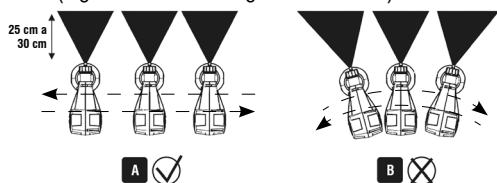

Fig. 8 – Distância ideal para uma boa pintura
- Ajuste o jato de tinta de acordo com o item 2.5.5 deste manual;
- Ajuste o volume de material de acordo com o item 2.5.6 deste manual;
- Pulverize a superfície a uma distância de 25 cm a 30 cm do objeto a ser pintado de acordo com a Fig. 8;
- Movimento a pistola de pintura para cima e para baixo, sempre mantendo-a perpendicular à superfície que está sendo pintada, conforme mostra a Fig. 8 (Fig. 8A: Correto e Fig. 8B: Incorreto).